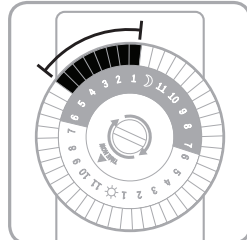

Figura 5
- Seleccione un periodo (o varios) en que desee que el aparato esté encendido, luego hunda TODOS los segmentos que corresponden a ese periodo. Por ejemplo, para que el temporizador encienda un aparato a la 1 a. m. y lo apague a las 5 a. m., hunda los segmentos que correspondan a la 1 a. m. y a las 5 a. m. y TODOS los segmentos intermedios (ver Figura 5). Puede que necesite girar el dial a la derecha para acceder a los segmentos deseados. Las configuraciones por encima del horario actual configurado no pueden moverse.